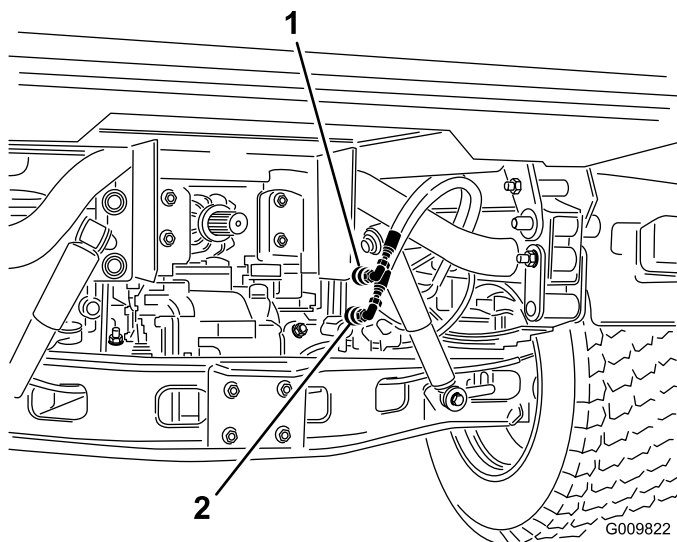

Figura 75
2. Desligue, em ambos os veículos, as duas mangueiras de acoplamento rápido das mangueiras ligadas ao suporte do acoplamento (Figura 75).